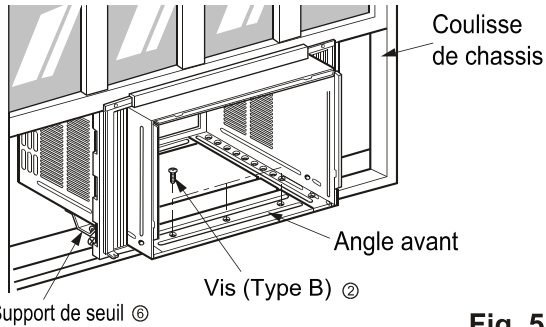

Fig. 5
5. Insérer les guides du cadre dans la base du coffrage, la partie frontale du cadre devant être face à la partie frontale de celui-ci (Fig 5)
6. Insérez les volets d'étanchéité dans le rail de guidage supérieur et dans les dispositifs de guidage du cadre. (Fig 5)
7. Fixez les volets d'étanchéité à l'appareil à l'aide de quatre vis de type A. (Fig 5)
6. Installez le boîtier avec une inclinaison d'environ 1/2" (1,27 cm) vers l'extérieur (Voyez la fig. 5). Réglez l'écrou et le boulon des supports de seuil ⑥ de manière à équilibrer le boîtier.
7. Fixez le boîtier au rebord de fenêtre à l'aide de vis de type B ② (16 mm [5/5"] de long) passant à travers de l'angle avant du boîtier et se logeant dans le rebord de fenêtre.
8. Tirez chaque volet d'étanchéité ⑤ entièrement contre chaque coulisse de châssis et répétez l'étape 2. (Fig. 5)